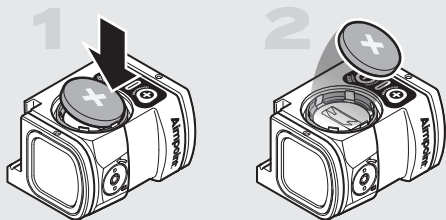

Fig. 2 Rimuovere la pila
- Svitare e rimuovere il tappo della pila (4) utilizzando il lato piatto dello strumento Aimpoint (10B).
- In caso di sostituzione della pila, rimuovere la pila scarica dal vano pila premendo verso il basso su un bordo come mostrato nella Fig. 2.